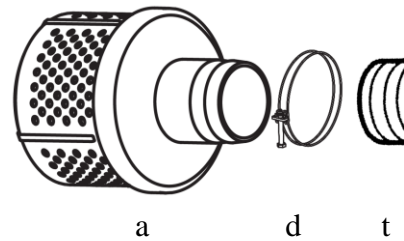

Fig. 6
- La figure 6 illustre l'ordre de placement des pièces pour fixer avec succès le tuyau d'aspiration à la crépine.